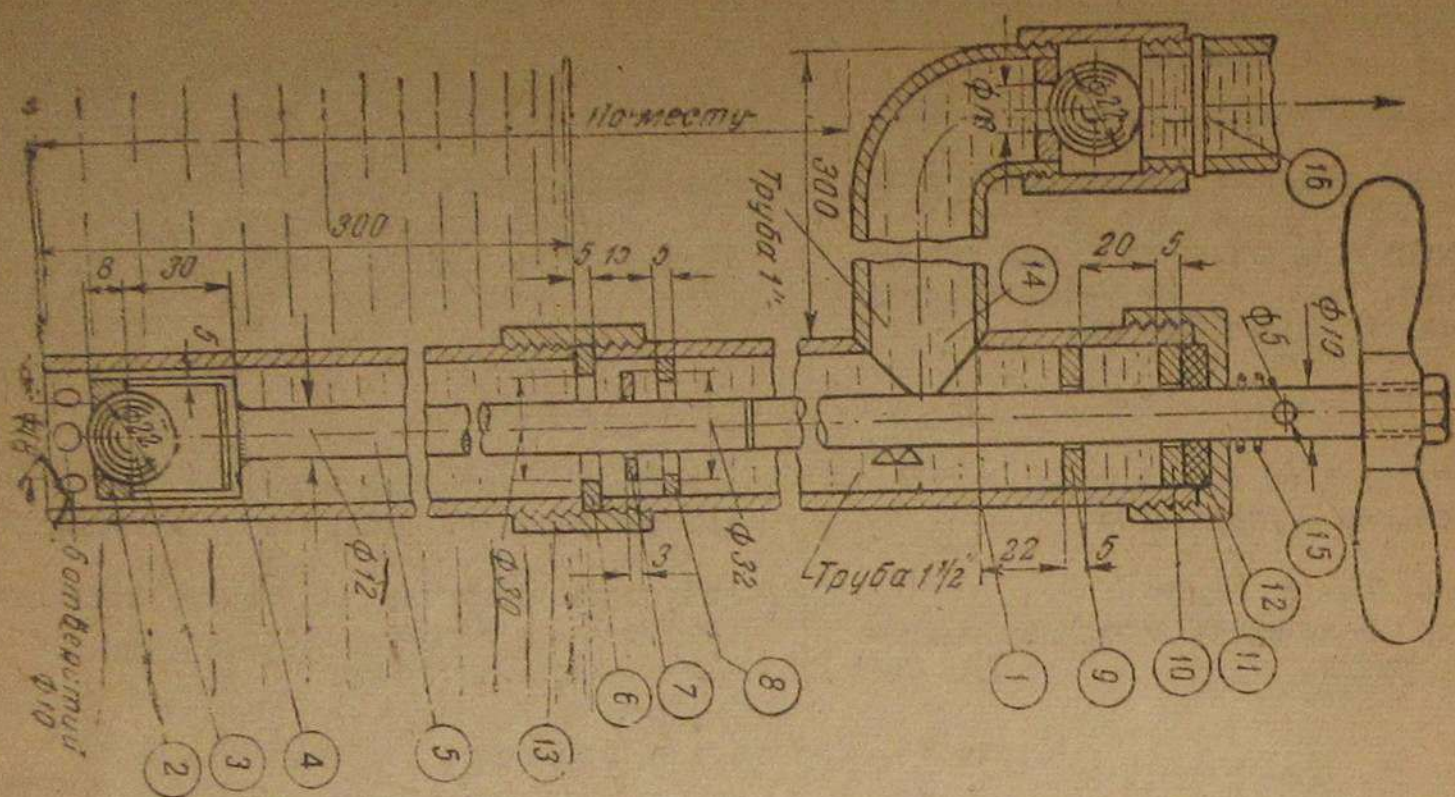

Рис. 10. Ручной насос
Для перекачки воды в верхнюю бочку системы очистки газа используется готовый насос (Альвейера и др.). Если нет готового насоса, его можно изготовить на месте. Наиболее простая конструкция насоса (рис. 10) механика Вахтина Д. И. Насос изготавливается из 2 водопроводных труб (1) диаметром 1½". Внутренняя рабочая поверхность нижней трубы выравнивается и очищается от окалины и ржавчины протяжкой цилиндрической болванки. Внутри труб движется шток (5), скрепленный нижним концом через вилку (4) с поршнем-шайбой (2). Зазор между поршнем и стенкой трубы оставляется возможно малым. В центре поршня-шайбы делается отверстие для клапана-шарика (3).